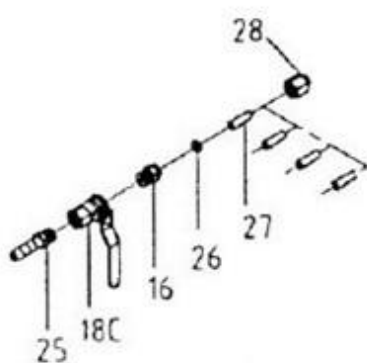

Figura 5
5. Consulte a Figura 5 para instalar a válvula de fechamento do bico (18-C).